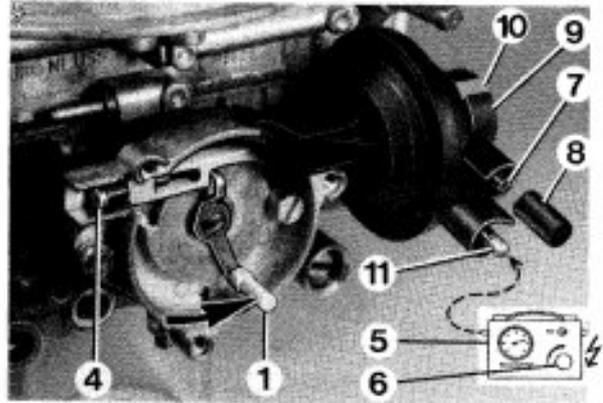

Bild 37
### 6.3 Starterklappenspalt (Bild 37, 38)
- Korrektur an Schraube (4) Bild 37.
- Korrektur an Schraube (9) Bild 37.
- Reduzierdüse (11) montieren.
- Schraube (2) auf höchste Stufe der Stufenscheibe (3) stellen.
- Anschluß (7) Bild 37 mit Kappe verschließen, Vakuumtester gemäß Bild anschließen und Druckdifferenz herstellen.
- Hebel (1) in Pfeilrichtung drücken und Drosselklappe anheben.
- Drosselklappe loslassen und Abstand „B“ zwischen Schraube (2) und höchster Stufe der Stufenscheibe (3) prüfen.